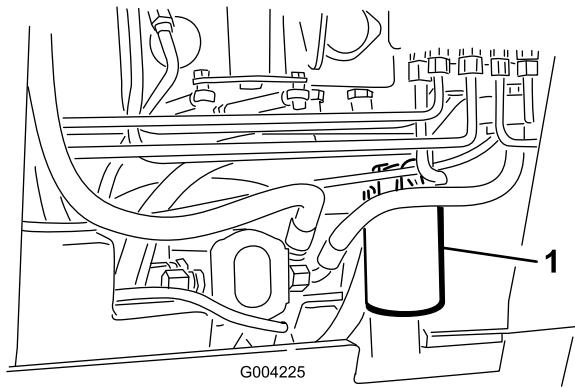

Figura 56
4. Coloque un recipiente debajo del filtro (Figura 56).
5. Retire el filtro usado (Figura 56) y límpie con un paño la superficie de la junta del adaptador del filtro.
7. Instale el filtro hidráulico nuevo en el adaptador del filtro (Figura 56). Apriete el filtro en el sentido de las agujas del reloj hasta que la junta de goma entre en contacto con el adaptador del filtro, luego apriete el filtro 3/4 de vuelta más.